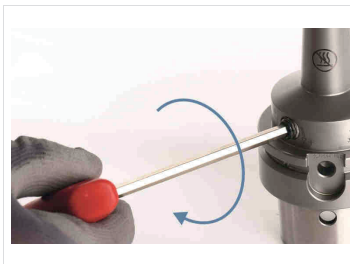

Abb. 11: Werkzeug spannen
4. Drehen Sie die Spannschraube mit Hilfe eines Innensechskantschlüssels mit Quergriff **bis zum Anschlag** (siehe *Abb. 11: Werkzeug spannen*).